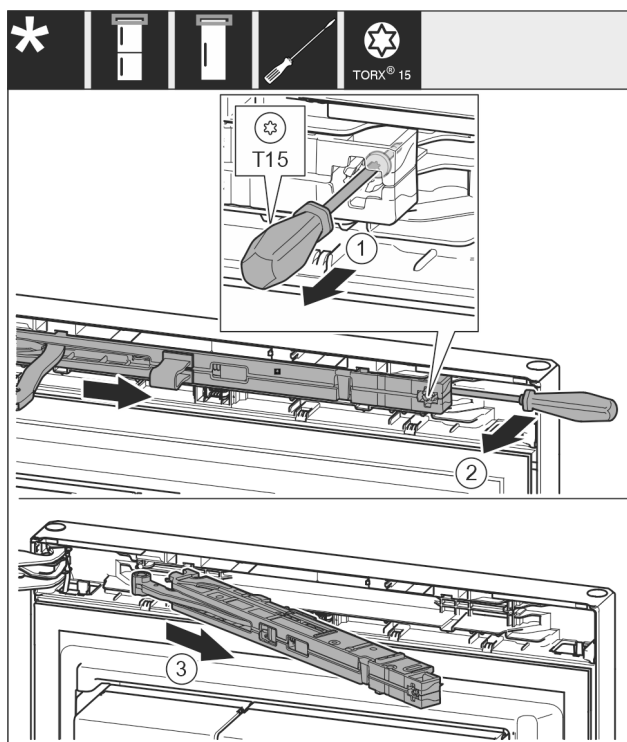

Fig. 8
- ▶ Afloje el tornillo en la unidad de amortiguador de cierre aprox. con un destornillador T15 de aprox. 14 mm. Fig. 8 (1)
- ▶ Desplácelo con un destornillador por el lado del tirador detrás de la unidad de amortiguador de cierre y gire la unidad hacia delante. Fig. 8 (2)
- ▶ Extraiga la unidad de amortiguador de cierre. Fig. 8 (3)